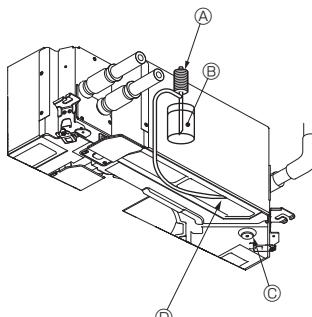

Fig. 7-6
7.4. Vérification de l'écoulement (Fig. 7-6)